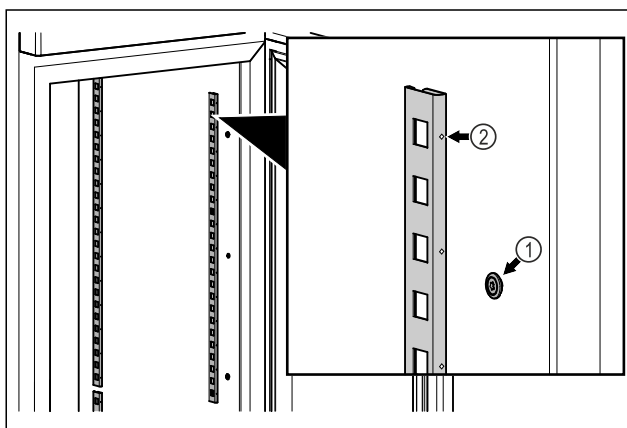

Fig. 17 Reprezentare exemplificativă
- ▶ Acroșați barele de prindere în sistemul de suspendare Fig. 17 (1). Marcajul Fig. 17 (2) trebuie să fie orientat spre în față.